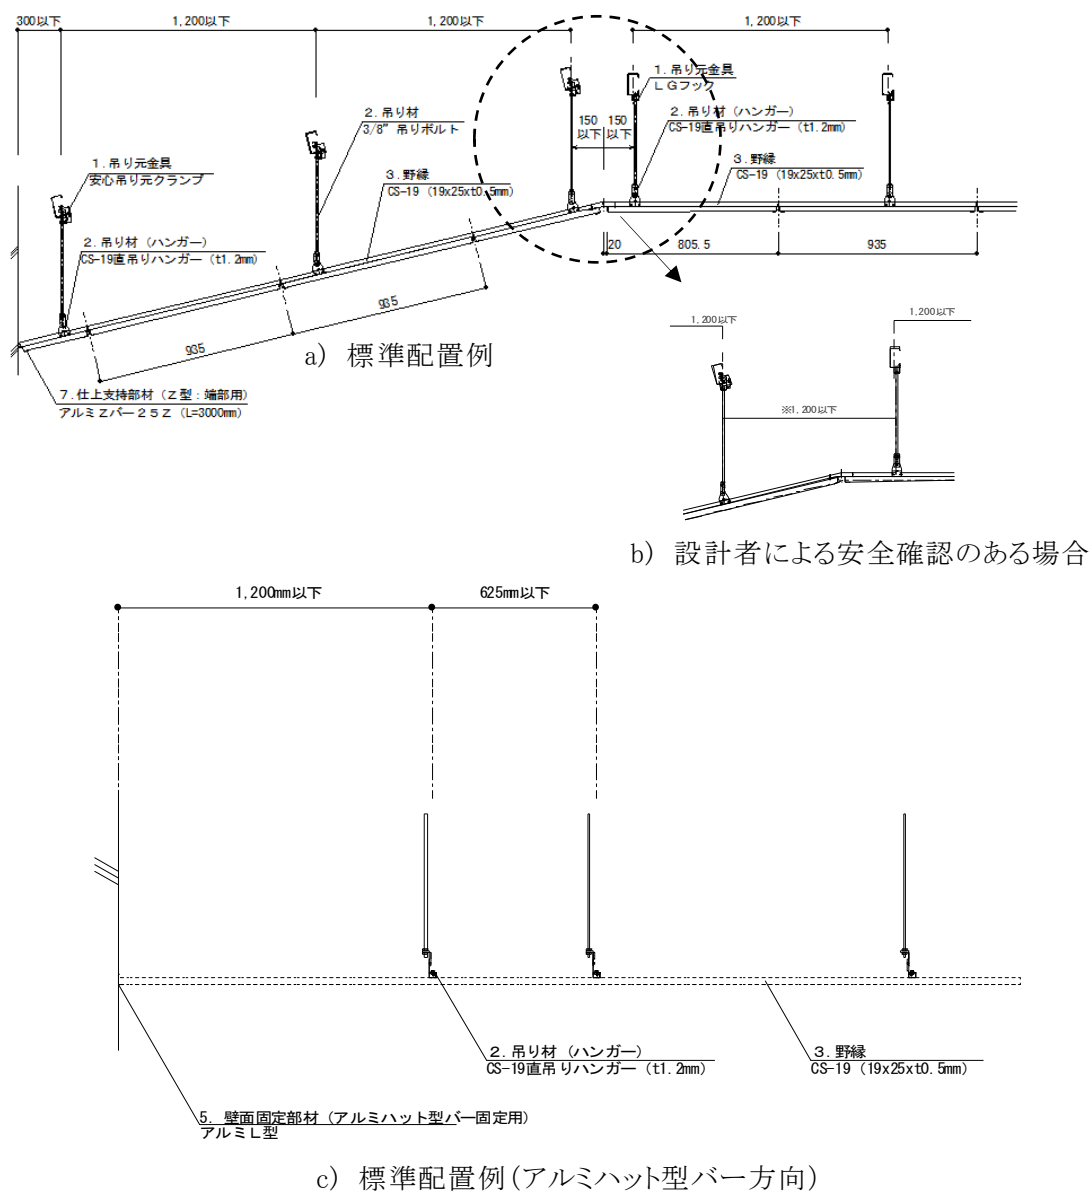

図 2-3-1 吊り材の配置例
- 吊りボルト下部はハンガーを上下 2 個のナットにて締めつけ、適切な工法で設置する。(図 2-3-1 参照)